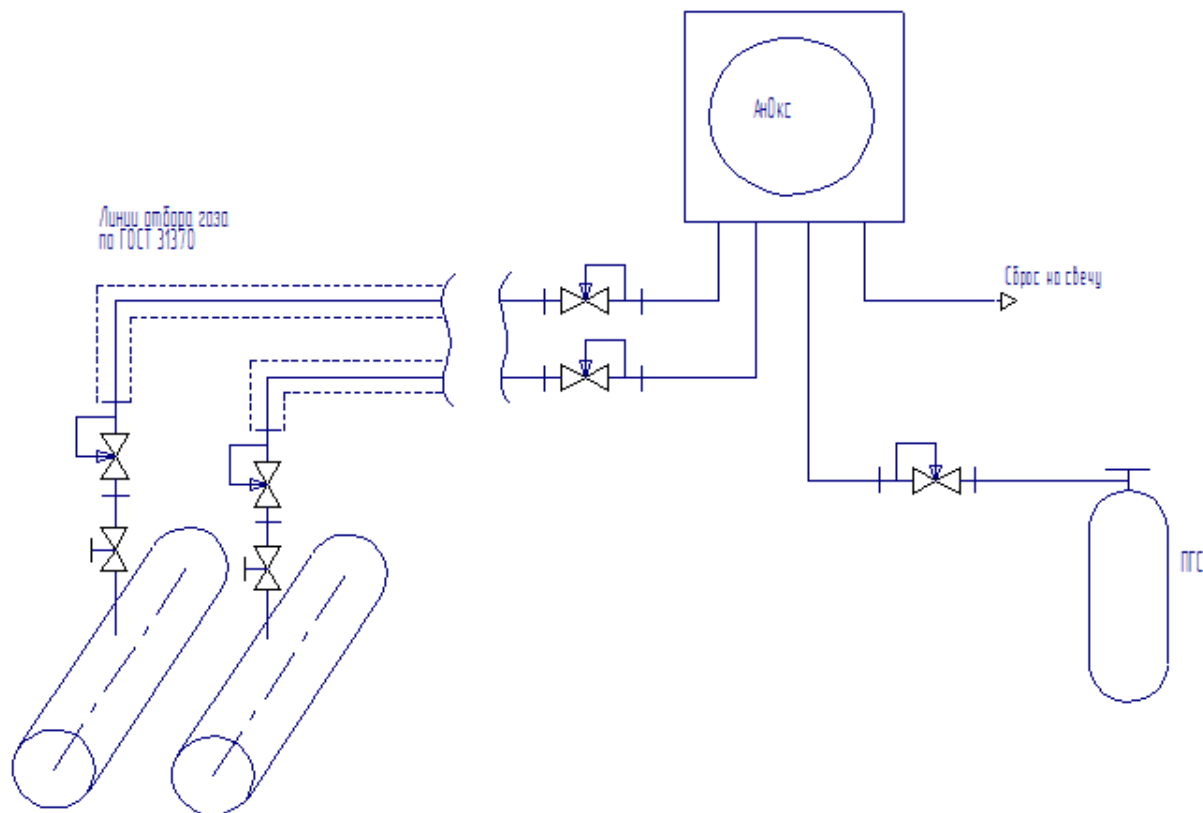

Рис.9 Подсоединение анализатора на месте установки
2.3.3 В каждой газовой линии должны быть установлены регуляторы давления для регулировки расхода газа, настроенные на выходное давление 0,05-0,1 МПа, как показано на рис.9. Расход газа можно контролировать после подключения анализатора. На дисплее отражается текущий расход газа в выбранном канале. Регуляторы давления и сами линии перед подключением должны быть продуты анализируемым газом или ПГС для удаления воздуха.